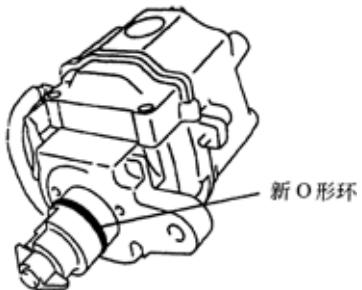
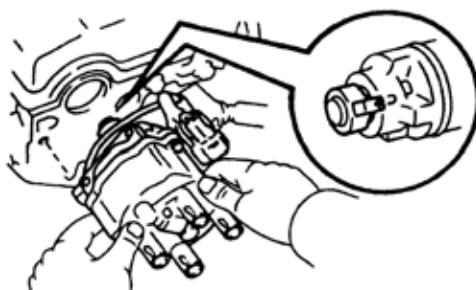

图 9-27
图 9-28
(1) 在分电器外壳上安装新的 O 形圈, 如图 9-27 所示。
(2) 在 O 形圈上涂一层薄薄的发动机机油。
(3) 调整联轴节上缺口的位置与外壳上突起的位置对准, 如图 9-28 所示。